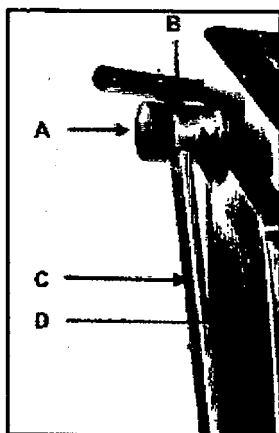

Fig. 4-1: Llevar el rack a la posición de trabajo
Suelte el tornillo de fijación (A) girándolo a la izquierda hasta el tope (Fig. 4-1).